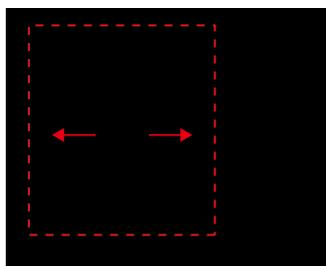

图 6-28 练习题 3 图
3. 如图 6-28 所示，为了实现银白色区域内导线的露铜喷锡效果，李工在顶层线路层完成导线设计后，还需要在哪个层设计阻焊开窗？（ ）